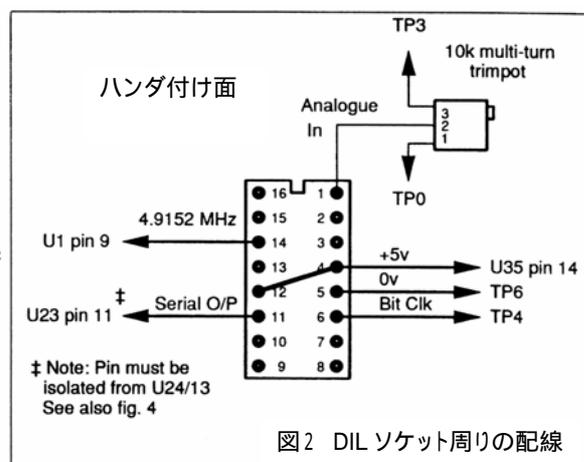

図2 DIL ソケット周りの配線
8. [] 図2を参照して、トリムポットのピン1をプリント基板上の TP0 へ、トリムポットのピン3を TP3 に、トリムポットのピン2はプリント基板裏面(ハンダ付け面)で DIL ソケットのピン1と接続する。
9. [] 図2を参照して、ハンダ付け面で DIL ソケットのピン 4, 5, 6, 12, 14 をそれぞれの相手方と接続する。